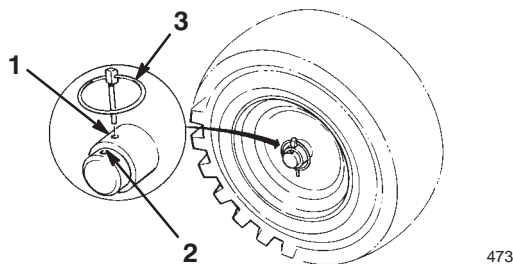

Figure 4
7. Glissez les roues vers l'intérieur et insérez les goupilles dans les trous du moyeu et le trou *intérieur* de l'essieu (Fig. 4).